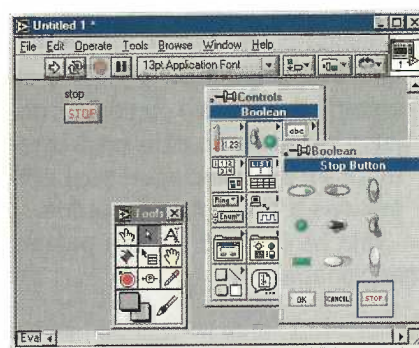

Figura 8
Mais uma vez, temos uma série de estudos de caso acessíveis a partir da guia "Search Examples". Selecione a opção "New VI" para visualizarmos as principais interfaces do LabVIEW com as quais iremos trabalhar. Note pela figura 8 que a tela do diagrama de blocos permite através do *menu* "Window", ativarmos a apresentação da paleta referente aos objetos de funções, enquanto que a tela da interface do usuário permite utilizarmos a paleta referente aos objetos de controles.
**Controls->Boolean->Stop Button** (ver figura 8). *Clique* e arraste este objeto para a interface;